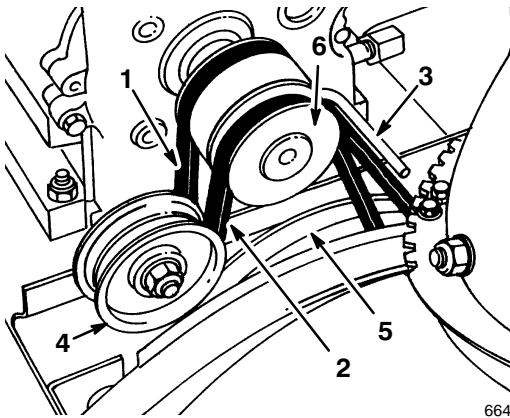

Abbildung 25
1. Riemenabdeckung 2. Schraube (2)
3. Die Riemenführung lösen (Abb. 25).
4. Den Antriebsriemen für Spindel-/Gebläserad von der Motorscheibe und der großen Spindel-/Gebläseradscheibe abnehmen (Abb. 25).
5. Einen neuen Riemen über der großen Spindel-/Gebläseradscheibe anbringen (Abb. 25).
6. Den Riemen über die Motorscheibe legen. Dabei darauf achten, daß sich der Riemen an der Innenseite von Führungsrolle und Riemenführung befindet (Abb. 25).
4. Den Antriebsriemen für Spindel/Gebläserad von der Motorscheibe und der großen Spindel-/Gebläseradscheibe abnehmen (Abb. 25).
9. Die Riemenführung lösen (Abb. 25).
10. Den Radantriebsriemen von der Motorscheibe und der großen Radantriebsscheibe entfernen (Abb. 25).
12. Den Riemen über die Motorscheibe legen. Dabei darauf achten, daß sich der Riemen an der Innenseite der Riemenführung befindet (Abb. 25).
17. Den Antriebsriemen für Spindel-/Gebläserad an der großen Spindel-/Gebläseradscheibe und an der Motorrolle anbringen. Dabei darauf achten, daß sich der Riemen an der Innenseite von Führungsrolle und Riemenführung befindet (Abb. 25).